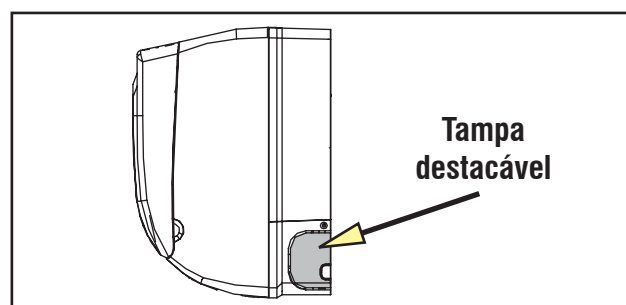

FIG. 18
- Retire a tampa destacável da unidade (fig. 18) e passe a tubulação através da parede (repita o procedimento acima para cortar e instalar o tubo de 75 mm).